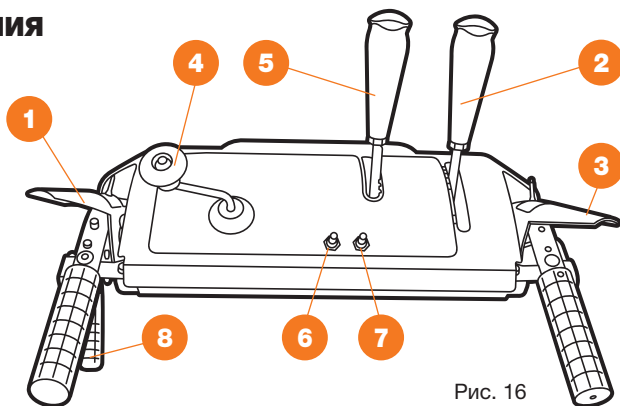

Рис. 16
Перед началом работы внимательно изучите устройство всех рычагов и элементов управления. Описание основных элементов панели управления (Рис. 16)
- Установите требуемую рабочую скорость движения переключением передачи на панели управления. Перемещая рычаг выбора скорости движения **2** (Рис. 16, стр. 28), установите его в одно из шести положений **ВПЕРЕД** или в одно из двух положений **НАЗАД**.
- Нажмите на рычаг включения вращения шнека **3** (Рис. 16, стр. 28), и шнеки начнут вращаться. Отпустите его, и шнеки остановятся.
- Нажмите на рычаг включения привода колес **1** (Рис. 16, стр. 28) и снегоуборщик начнет движение. Отпустите его и движение будет остановлено.
- При отпущенном рычаге включения вращения шнека **3** (Рис. 16, стр. 28), трос привода должен иметь небольшое ослабление. Он не должен быть сильно натянут.
- Находясь в положении оператора (за снегоборщником) включите шнек, нажав на рычаг включения привода вращения шнека **3** (Рис. 16, стр. 28).
- Оставьте шнек в рабочем состоянии примерно на 10 секунд, после чего опустите рычаг включения шнека **3** (Рис. 16, стр. 28). Повторите эту процедуру несколько раз.
- При включенном двигателе и установленной в верхнее положение рычаге включения шнеков **3** (Рис. 16, стр. 28), подойдите к снегоборщнику со стороны ковша.